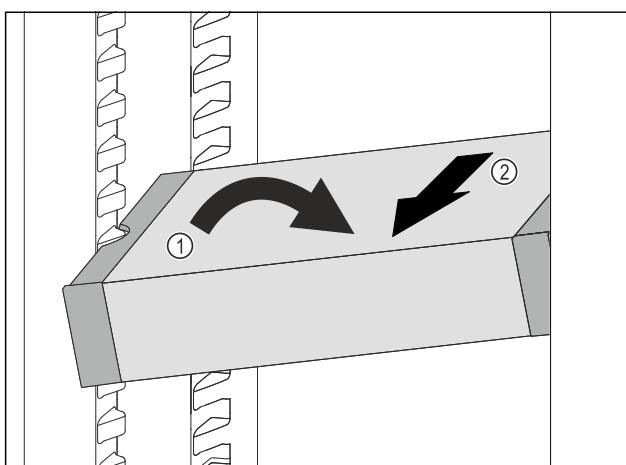

Fig. 88
- Расположите VarioSafe в холодильном отделении под наклоном. Fig. 88 (1)
- Извлеките VarioSafe движением вперед. Fig. 88 (2)